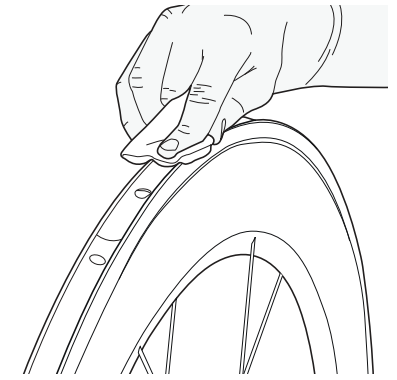

Ilustración 21. Prepare la zona lijada de la llanta para aplicar el pegamento; para ello, aplique una pequeña cantidad de acetona a un paño y límpiela.
5. Aplique una pequeña cantidad de acetona a un paño limpio (ilustración 21).